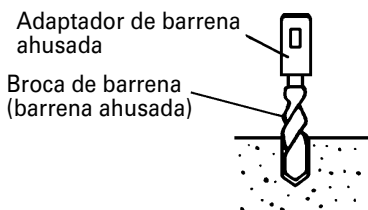

Fig. 9
1. Instale la broca con la barrena ahusada en el adaptador de barrena ahusada. (Fig. 9)